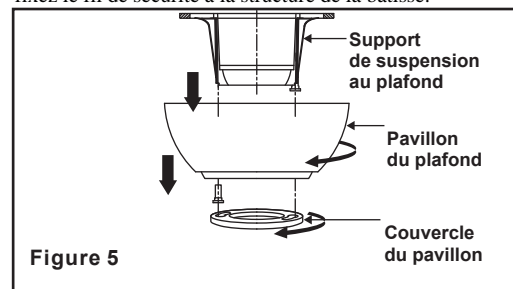

Figure 5
Étape 1. Retirez le couvercle du dessous du pavillon en tournant le couvercle dans le sens antihoraire. (Fig. 5)
Étape 2. Enlevez le support de fixation du pavillon en retirant l'une des vis du dessous du support de fixation et en desserrant l'autre vis d'un demi-tour. Ensuite, tournez le pavillon dans le sens antihoraire pour retirer le support de fixation du pavillon. (Fig. 5)